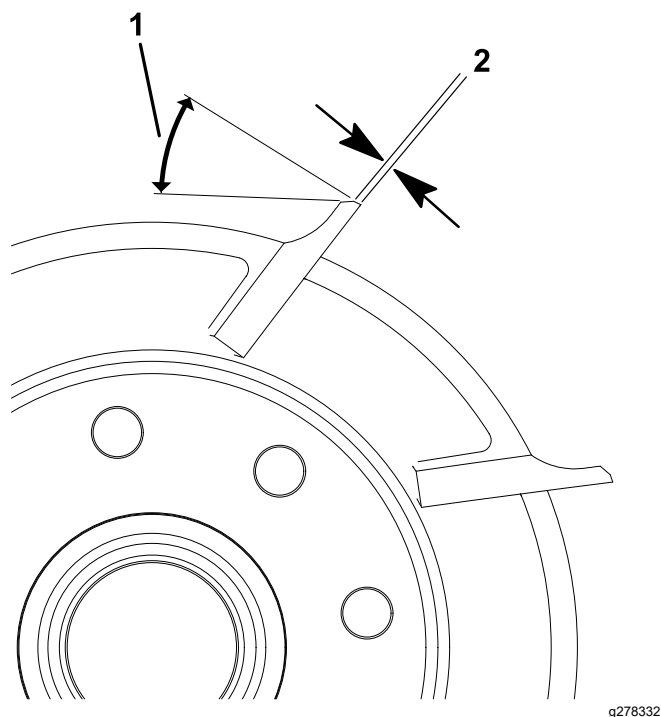

Figure 27
1. Créez un angle de dépouille de 30° sur toutes les lames du cylindre jusqu'à obtention d'une facette de 0,8 mm de largeur (Figure 27).